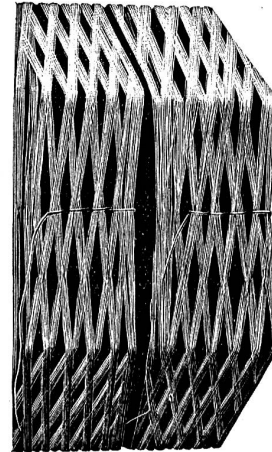

Abb. 1. Unsere Haspelung.
**Winderei.** Beim Winden der Kunstseide machen sich oft Schwierigkeiten bemerkbar, weil der Vorbereitung der Stränge seitens der Winderinnen zu wenig Aufmerksamkeit geschenkt wird. Es ist erfahrungsgemäß eine Hauptsache, daß die Winderin vor allem darauf achtet, daß die Stränge in der genau gleichen Lage auf den Haspel der Windmaschine kommt, in der sie den Haspel in der Hasperei verlassen hat. (Abb. 1.)